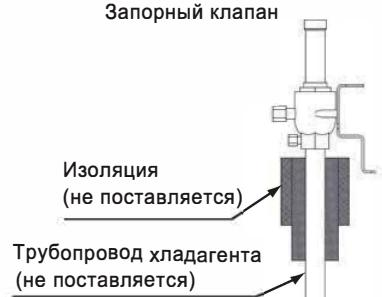

Рис. 7.2 Изоляция труб
- Изолируйте трубы хладагента, как показано на рис.7.2. После подключения трубопровода хладагента изолируйте его трубы с помощью изолирующего материала, который не идет в комплекте. Полностью изолируйте стыки и накидные гайки в местах соединения труб. Полностью изолируйте трубопровод жидкости и газа, чтобы избежать снижения производительности и образования росы на поверхности трубы.